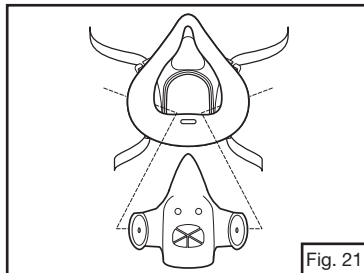

Fig. 21
2. Puxe a vedação facial a partir do Suporte de Filtro/Cartucho 3M™ 7586 (Fig. 21).